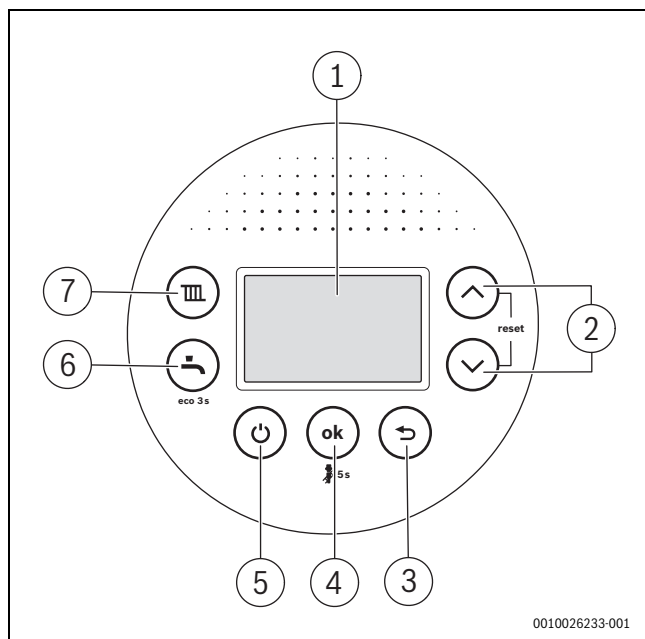

Bild 4 Bedienfeldübersicht
- Im normalen Betrieb Gerät mit der Taste (→ Bild 4, [5]) ausschalten.